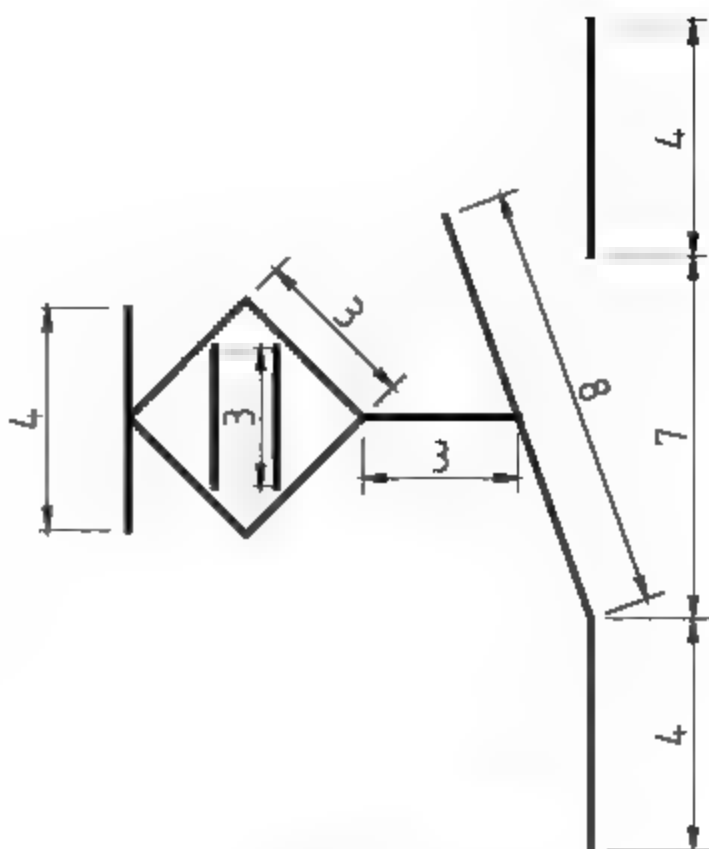

图5-64 标注结果
**03** 使用同样的方法，标注其他对齐尺寸，标注完成后结果如图5-64所示。